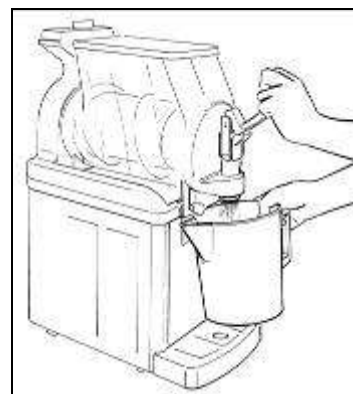

**Fig. 12**
- Riempire la vasca con acqua tiepida (fig.12) e dopo aver riposizionato il coperchio far funzionare il mescolatore (tutti i LED spenti) per alcuni minuti.